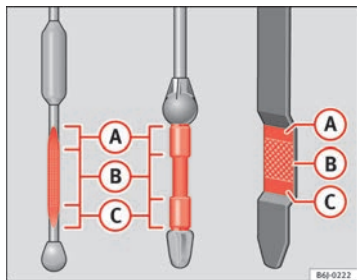

Fig. 117 Varilla de medición del nivel de aceite
- A continuación, vuelva a extraerla y compruebe el nivel de aceite ⇒ fig. 117. En caso necesario, reponga aceite del motor.